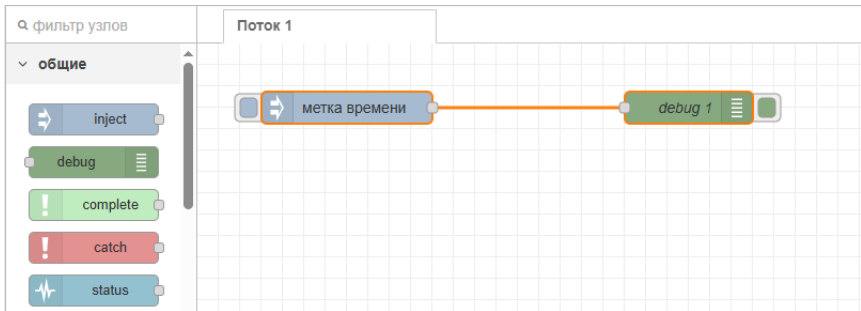

Рис. 2.6. Рабочая область (поток)
2. Поток (Flow) – рабочая область, где потоки (группы узлов) развиваются путем перетаскивания узлов из палитры и связывания их вместе (см. рис. 2.6). При добавлении новой вкладки потока создается новое рабочее пространство.